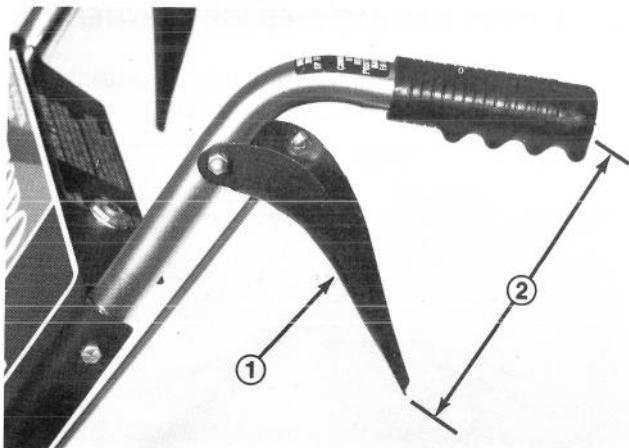

Abb. 6
4. Den Abstand zwischen der Mitte des Griffholms und dem oberen Teil der Antriebskontrollstange ausmessen (Abb. 6). Der Abstand sollte 19,1 cm. betragen.